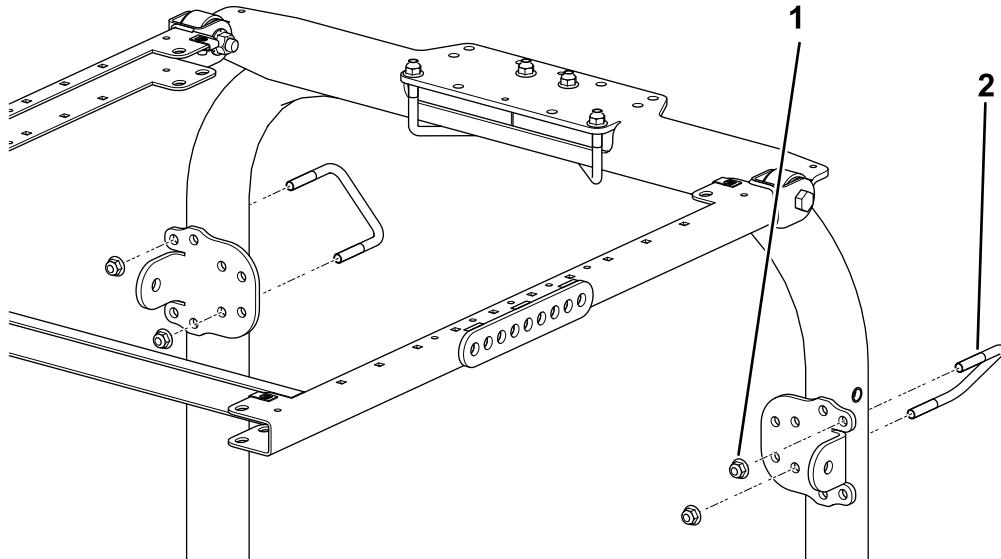

図 47
- 図 47 に示されている取り付け穴を利用して、各ブレースブラケットを ROPS の柱材に取り付ける U ボルト $3\frac{1}{2} \times 2\frac{3}{4}$ " とフランジナット 2 個を使用する。